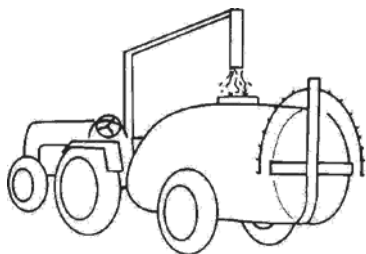
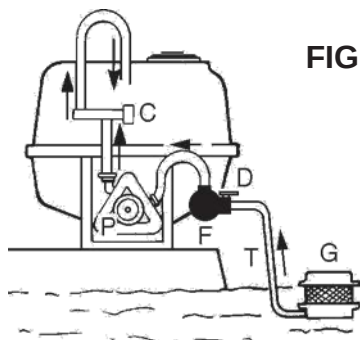

FIG. 10
FIG. 11
a) PUNJENJE TROPOLOŽAJNIM DEVIJATOROM (Fig. 10- Fig. 11).
b) PUNJENJE PREKO USISNOG FILTERA (Fig. 3- Fig. 11).